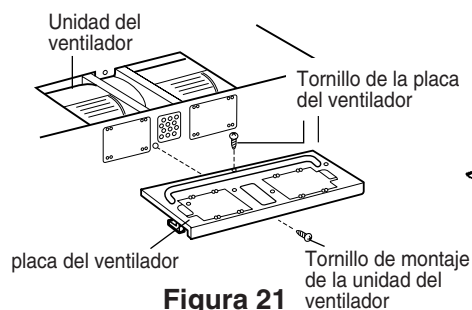

Figura 21
7. Vuelva a fijar la placa del ventilador al horno microondas. Fije con el único tornillo de la unidad del ventilador y luego con el único tornillo o los dos tornillos de la placa del ventilador. Consulte la Figura 21.